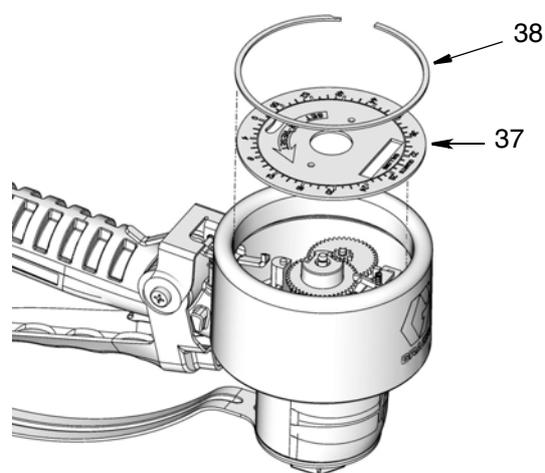

Рис. 28
4. Извлеките большое стопорное кольцо (38), а затем лицевую панель (37) (Рис. 28).